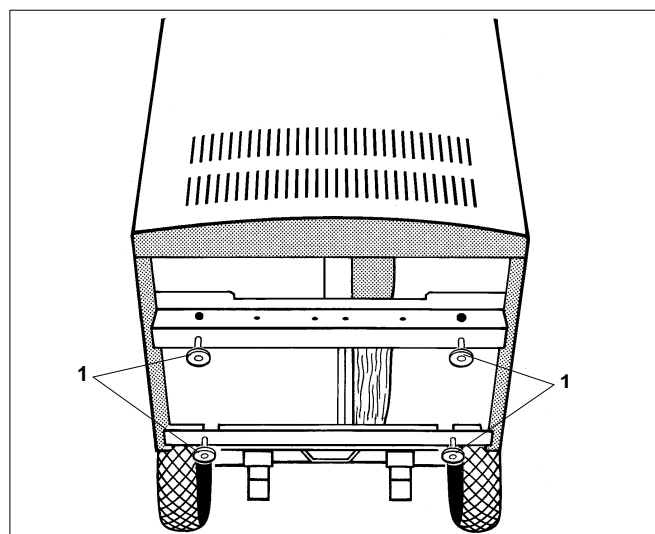

Fig. 5 Face inférieure de la chaudière
- Visser les quatre pieds **réglables** par le bas (fig. 5, **pos. 1**) à env. 5-10 mm dans le filetage des rails de support.
Les pieds réglables ne doivent être montés (fig. 5, **pos. 1**) **que si** la chaudière **n'est pas** combinée à un préparateur d'ECS LT.